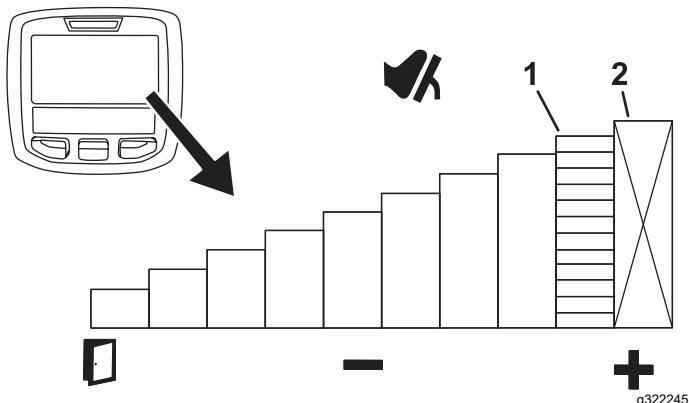

图 47
要临时设定机器的最大速度请将驱动踏板踩到底 图 46。您可以为剪草和行驶档设置单独的速度 图 47。
- 要使用此功能请从主屏幕 图 47 按 InfoCenter 信息中心中间按钮。